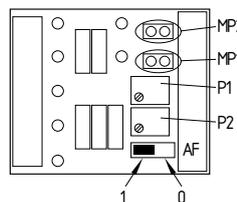

Fig. 3
**Réglage de l'interrupteur (voir Fig. 3)**